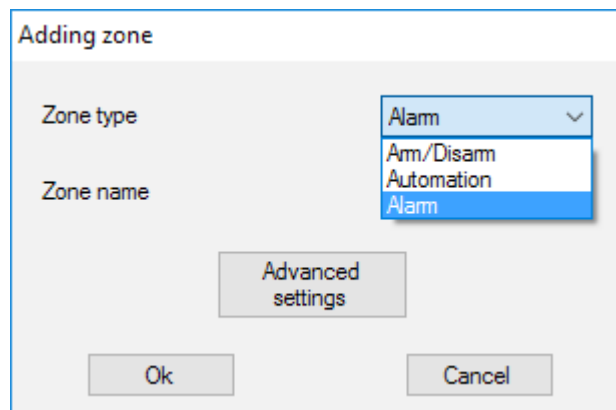

Imagen 19. Seleccionar el tipo de zona
4. Las zonas se dividen en 3 tipos: **zonas de alarma, zonas de automatización y zonas de armado/desarmado** (Imagen 19). El tipo de zona se selecciona